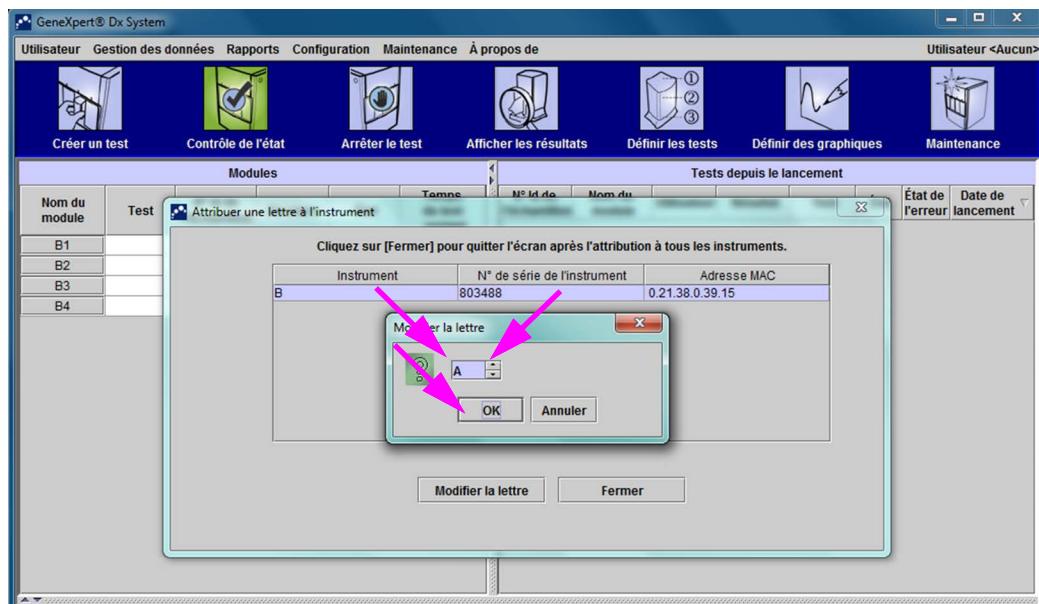

Figure 2-58. Fenêtre GeneXpert Dx System avec superposition de la boîte de dialogue Modifier la lettre
La boîte de dialogue Modifier la lettre s'affiche, comme illustré dans la Figure 2-58. Sélectionnez la lettre à attribuer au(x) module(s) en utilisant les flèches vers le haut et vers le bas de la boîte de dialogue Modifier la lettre.
6. Après avoir modifié la lettre attribuée, cliquez sur **OK**. Voir Figure 2-58.